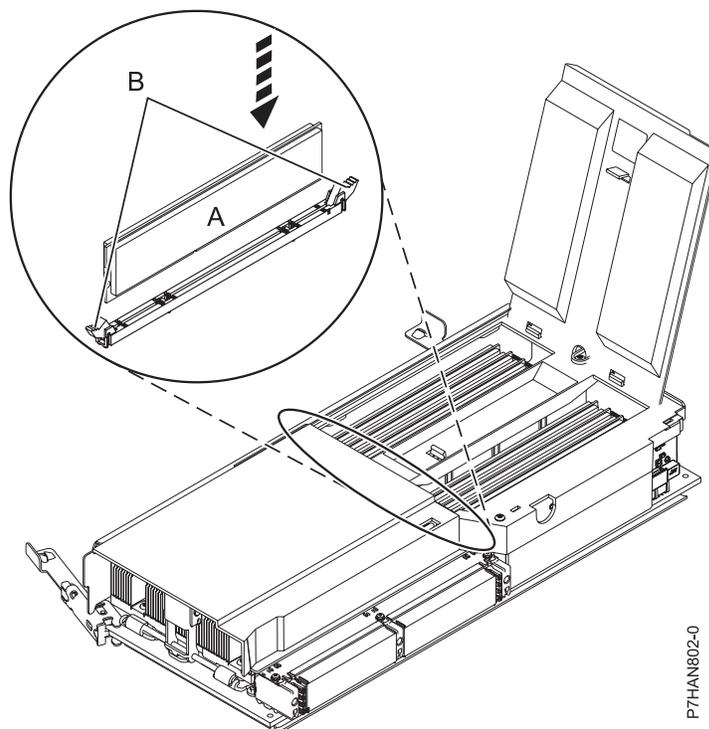

Figure 2. Remplacement d'un module de mémoire
10. Vérifiez que le connecteur est prêt à recevoir le module de mémoire. Le cas échéant, retirez le cache du module de mémoire en écartant et en abaissant les taquets (B). La pression exercée sur les taquets force le cache à sortir du connecteur.
12. Vérifiez que les languettes de verrouillage du connecteur (B) sont en position ouverte, comme indiqué dans la figure 2, avant d'installer un nouveau module de mémoire.
13. Maintenez délicatement le module de mémoire (A) par ses deux bords, puis alignez-le avec le connecteur.
14. Poussez fermement le module de mémoire (A) dans le connecteur jusqu'à ce que les taquets de verrouillage du connecteur soient verrouillés.